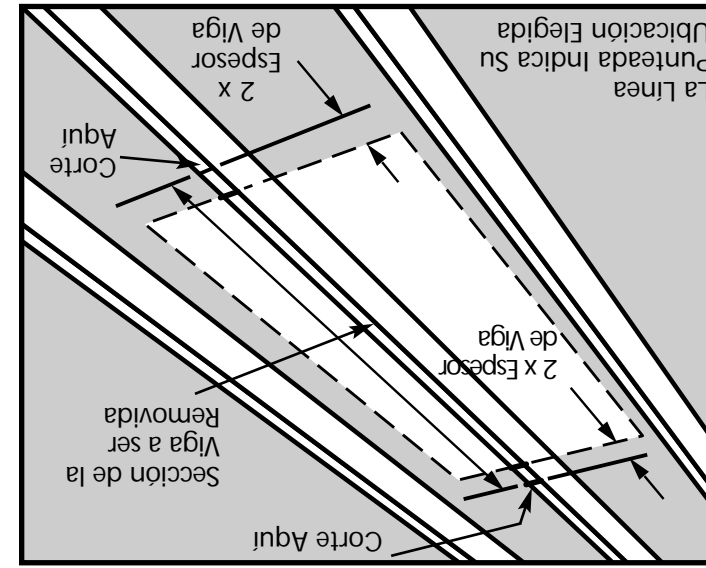
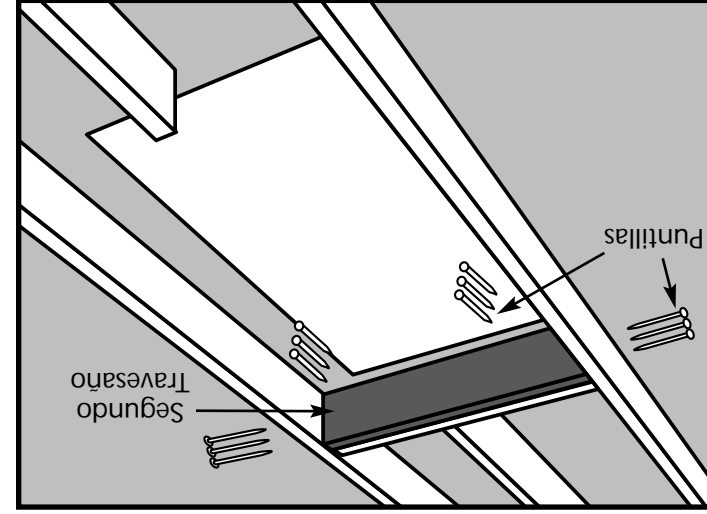

Figura 11
Figura 17
PASO 4. Luego, determine dónde debe cortarse la viga(s). La Figura 11 muestra dónde marcar la viga(s) que atraviesa su ubicación elegida. Observe que la viga(s) debe marcarse detrás del borde de su ubicación a una distancia de 2 veces el espesor de la viga (usualmente 3 pulgadas). Esto deja espacio para colocar dos travesaños del tamaño de viga contra cada extremo de la viga(s) cortada, (véase la Figura 17 en la página 10).
- PASO 6. Coloque un segundo travesaño contra el primer travesaño y clave al primer travesaño con 3 puntillas (16d) entre cada viga según se muestra en la Figura 17.
- PASO 7. Clave 3 puntillas (16d) a través de las vigas dentro de cada extremo del segundo travesaño según se muestra en la Figura 17.